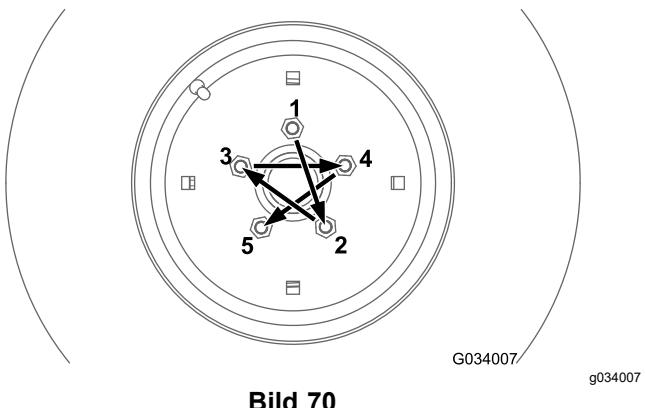
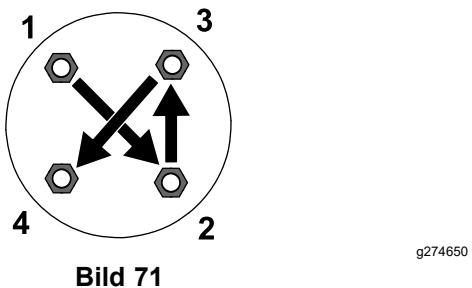

Bild 70
Bild 71
Ziehen Sie die Radmuttern an den Vorder- und Hinterrädern (nur Allradmaschinen) in einem kreuzförmigen Muster, wie in Bild 70 dargestellt, auf das angegebene Drehmoment an. Bild 71
- Vorderräder: siehe Bild 70
- Hinterräder (nur bei Allradmaschinen): siehe Bild 71